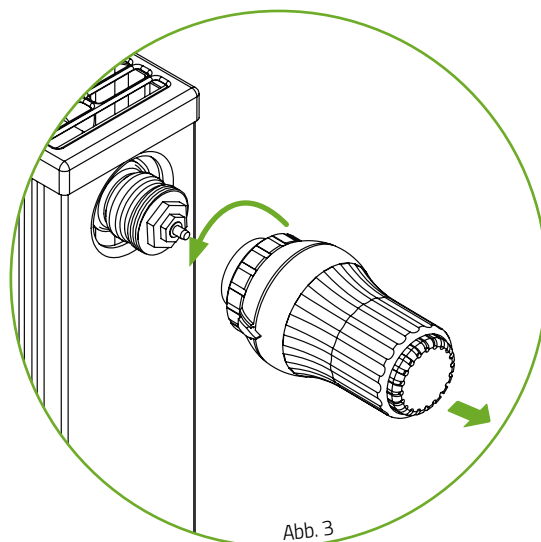

Abb. 3
1. Alten Thermostatkopf ganz aufdrehen, Befestigung lösen und vom Ventil abziehen (Abb.3).